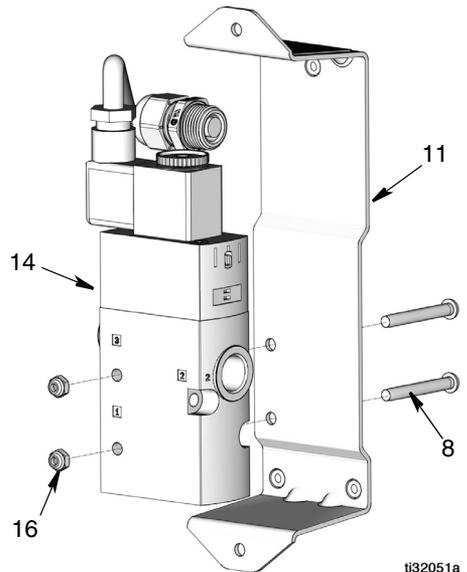

FIG. 3
4. Quite los dos tornillos (8) y las tuercas (16) que sujetan la válvula solenoide (14) a la ménsula (11) y retire la válvula solenoide de la ménsula (FIG. 3).